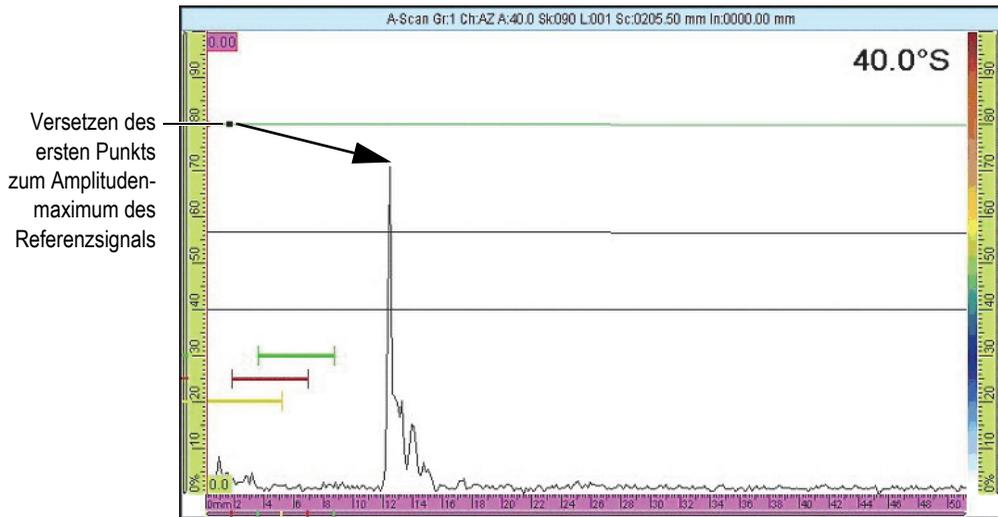

Abbildung 6-6 Erster Punkt der DAC-Kurve
3. Führen Sie den Sensor so, um die maximale Signalamplitude für den ersten Referenzreflektor entsprechend zum ersten Punkt der DAC-Kurve zu erhalten (siehe Abbildung 6-6 auf Seite 184).